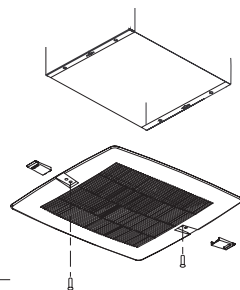

Figure 7
3. Enfiler les couvre-vis sur les vis de fixation, voir Figure 7.